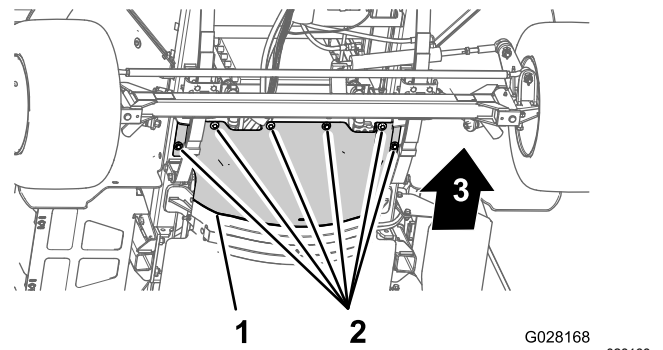

Figure 57
3. Retirez les 6 boulons à tête hexagonale et les 6 rondelles qui fixent l'écran pare-chaaleur avant au châssis et déposez l'écran (Figure 57).